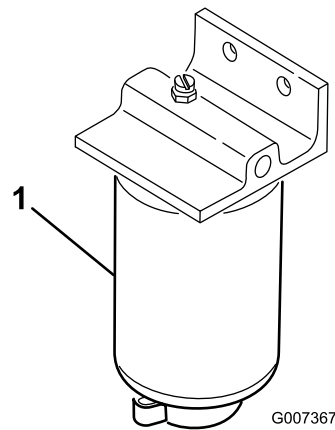

図 41
2. フィルタ容器 (**図 41**) の周辺をウェスできれいにぬぐう。
4. フィルタのドレンプラグとブリーザバルブを開く **図 41**。